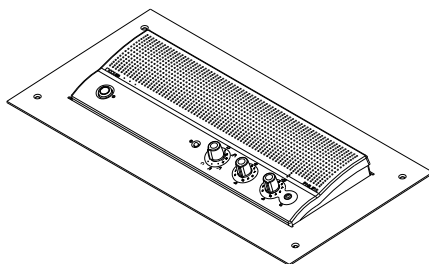

Fig. 4
- Dans une table (voir Fig. 4) au moyen du support d'encastrement figurant page 35.